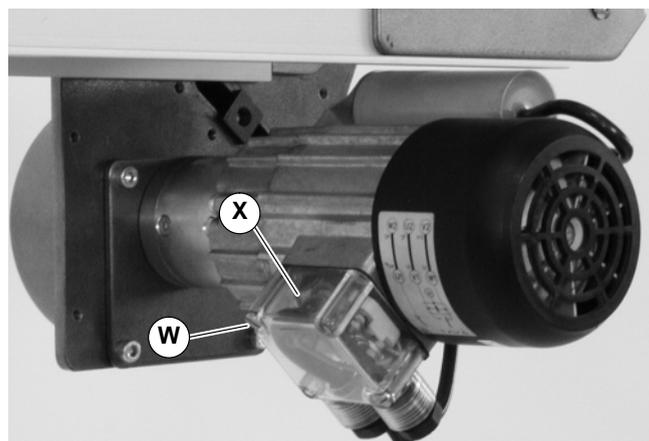

Abbildung 14
- Die Schrauben an dem Klemmenkasten (W siehe Abbildung 14) entfernen und Abdeckung (X) abnehmen.
- a. Die Schrauben an dem Klemmenkasten (W siehe Abbildung 14) entfernen und Abdeckung (X) abnehmen.